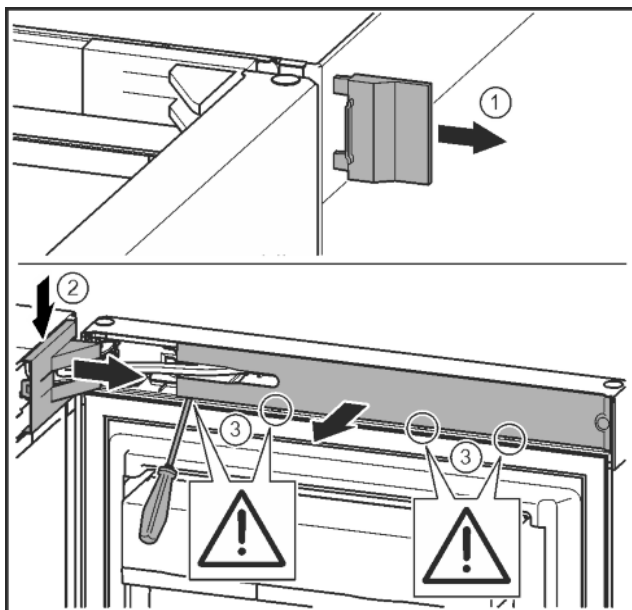

Fig. 11
- ▶ Снять внешнюю крышку. Fig. 11 (1)
- ▶ При помощи отвертки освободить крышку опорного кронштейна и отсоединить. Снять крышку опорного кронштейна. Fig. 11 (2)
- ▶ Шлицевой отверткой вывести накладку из зацепления и отвести в сторону. Fig. 11 (3)